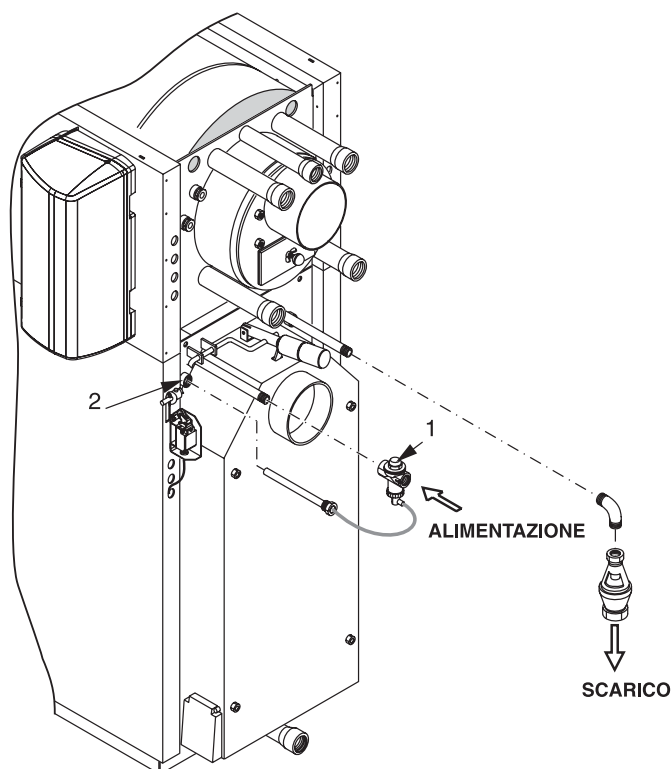

fig. 18
- A) Dettaglio "A": montare i pomelli pos. 1 e 2 sui volantini chiusura porte.
B) Dettaglio "B": montare vite e dado su porta inferiore ed avvitare i pomelli (pos. 3, 4, 5 e 6).
C) Dettaglio "C": montare portine ispezione camera fumo pos. 7 e piantare la spina elastica pos. 8 utilizzando un martello.
- D) Montare l'isolamento del corpo caldaia legna eseguendo un adeguato taglio in prossimità del manicotto di mandata e fissarlo con le apposite regge (pos. 9 e 10).
E) Montare l'isolamento del corpo caldaia gasolio/gas e fissarlo con le apposite regge (pos. 11 e 12).
- F) Smontare la porta pos. 13 ed inserire l'isolamento anteriore pos. 14.
G) Montare il pozzetto valvola scarico termico (pos. 2, fig. 18).